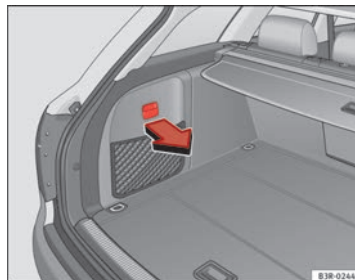

Fig. 125 Maletero: Recubrimiento lateral con compartimento cerrado
- Para abrir, tire de la empuñadura hacia adelante ⇒ fig. 125.